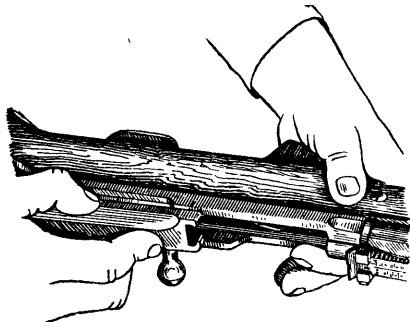

Рис. 8. Отделение затвора от ствольной коробки
5) **Вынуть затвор** (рис. 8). Удерживая левой рукой карабин за цевье, правой отвести затвор за рукоятку назад. Повернуть карабин правой
Взять затвор в правую руку, левой повернуть карабин правой стороной вниз, удерживая его за цевье ложи (как указано на рис. 8), вставить затвор и продвинуть его вперед до упора в останок затвора. Повернуть карабин затвором вверх и утопить пальцем левой руки подаватель магазина вниз, правой рукой подать затвор вперед доотказа.